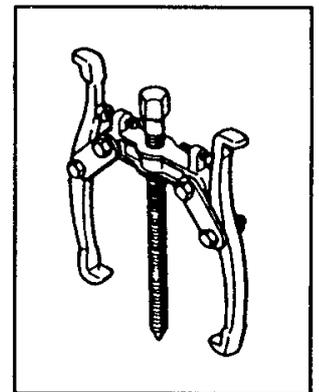

Рис.2-27 Съемник шестерен (шкивов, звездочек)
(1) Съемник шестерен показан на рис. 2-27. Он используется для снятия шестерен, шкивов, звездочек и.т. п. с валов.